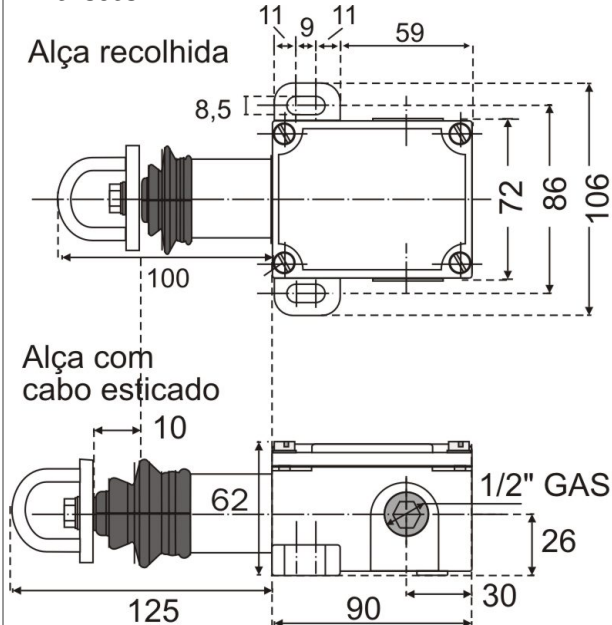

Fig 2 - Fixação do cabo na chave
- O cabo de aço recomendado é o de 1/8" plastificado, preferencialmente na cor vermelha para facilitar sua visualização. A forma de prendê-lo nos olhais da chave está indicado na fig. 2. Recomendamos o uso de esticador próximo à chave de emergência para facilitar o ajuste de cabo esticado.